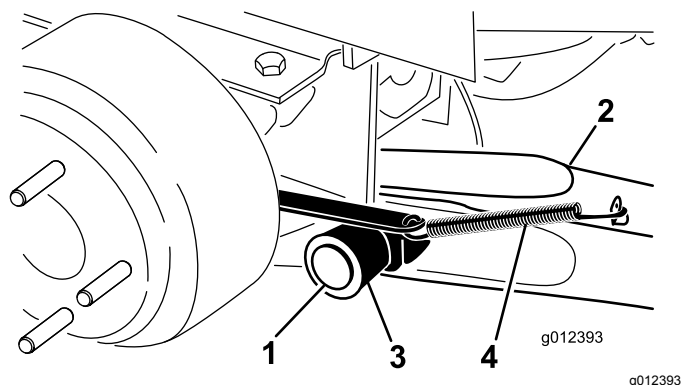

Figure 4
4. Montez un bras de levage sur le support de pivot avec un axe de pivot et une goupille fendue (Figure 4). Installez le bras de levage avec le coude placé vers l'extérieur.
5. Accrochez le ressort de rappel de frein à la patte du bras de levage (Figure 4).